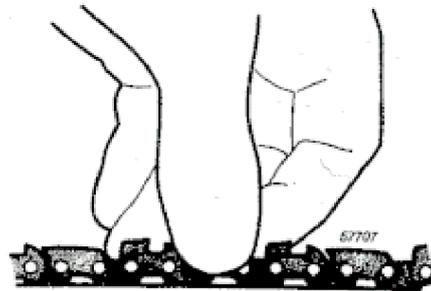

Figure 21
4. Faire tourner la chaîne à la main sur le guide plusieurs fois du moteur jusqu'au bout du guide. La chaîne doit être serrée mais elle doit pouvoir bouger facilement (*Figure 21*)